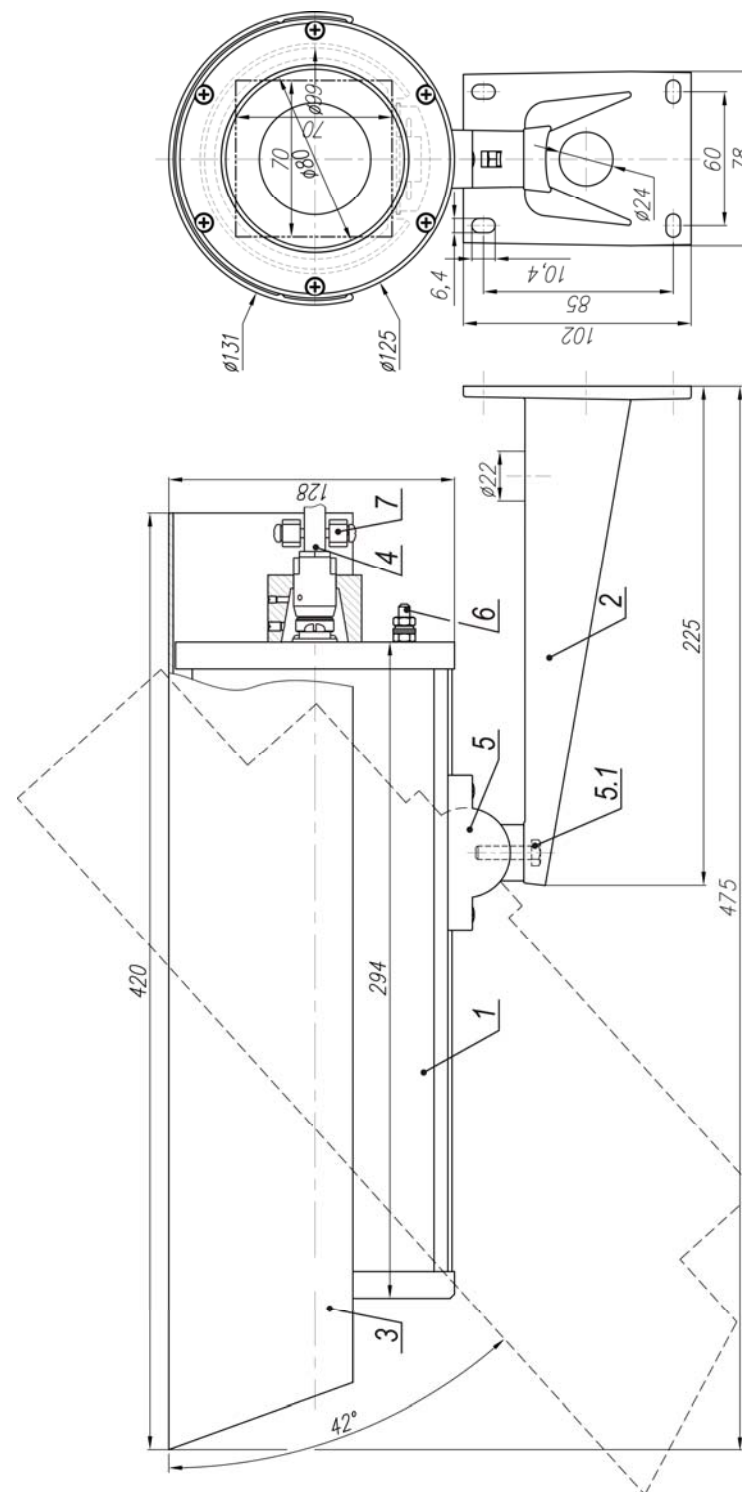

Рис.1 Габаритные и установочные размеры ТВК-84 IP Ex
2. Ослабив болт фиксации шарнира (поз.5.1 рис.1), установить гермобокс на нужное направление обзора, после чего надежно зафиксировать шарнир затянув болт.
3. Заземлить гермобокс с помощью болта заземления (поз.6 рис.1).
| 10 | Габаритные размеры | см. рис.1 | | | |
Состав изделия: (см. рис.1)